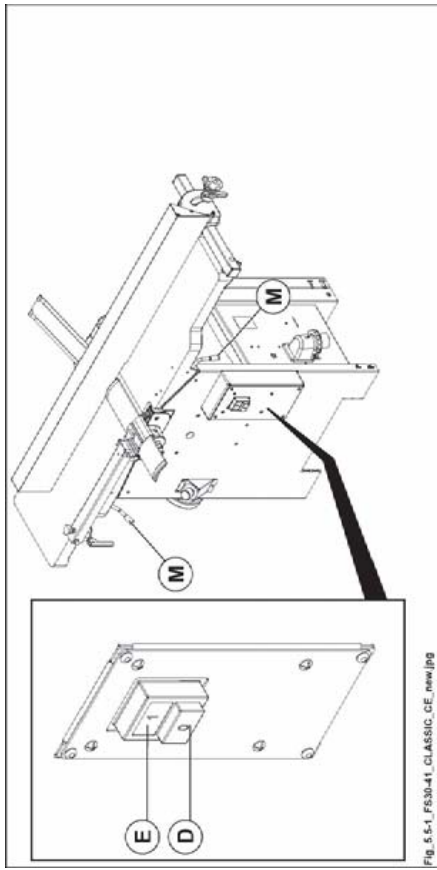

Abb. 5.5.1
- Sich vergewissern, dass die Abrichtische geschlossen sind und sie durch den zweckmässigen Griff blockieren (M Abb. 5.5-1).
- Taste (E Abb. 5.5-1) drücken.
- Die Taste (D Abb. 5.5-1) drücken.